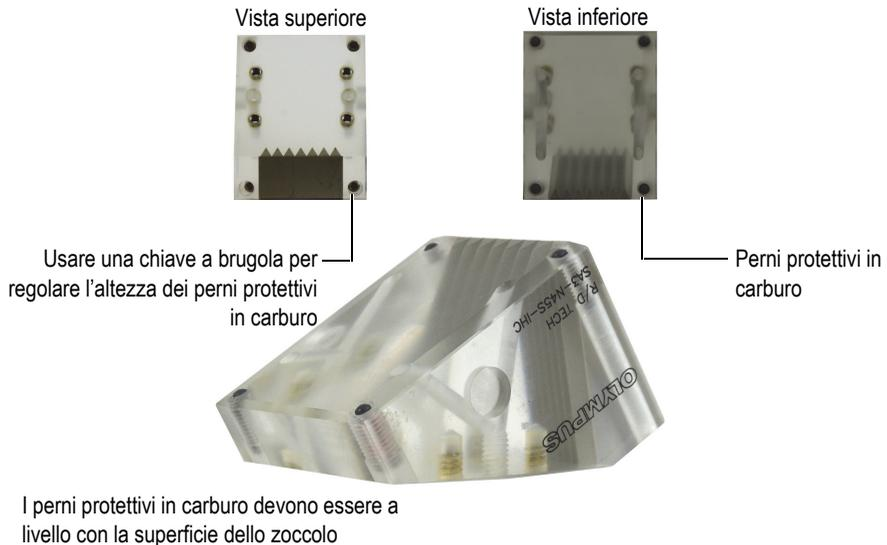

Figura 2-30 Regolazione dei perni protettivi in carburo dello zoccolo
Gli zoccoli sono progettati per combinarsi a un trasduttore o a una sonda phased array per assicurare una diffusione ottimale degli ultrasuoni sulla superficie da ispezionare e per distribuire correttamente il flusso dell'accoppiante. Per limitare l'usura dello zoccolo, i perni protettivi in carburo possono essere inseriti in ogni angolo della superficie di contatto dello zoccolo (Figura 2-30 a pagina 59).
- ◆ Usare una chiave a brugola per regolare l'altezza dei perni protettivi in carburo su ogni zoccolo montato. Assicurarsi che la parte superiore dei perni siano a livello con la superficie dello zoccolo (Figura 2-30 a pagina 59).
Tutti i perni protettivi in carburo dovrebbero essere a livello della superficie dello zoccolo (Figura 2-30 a pagina 59).